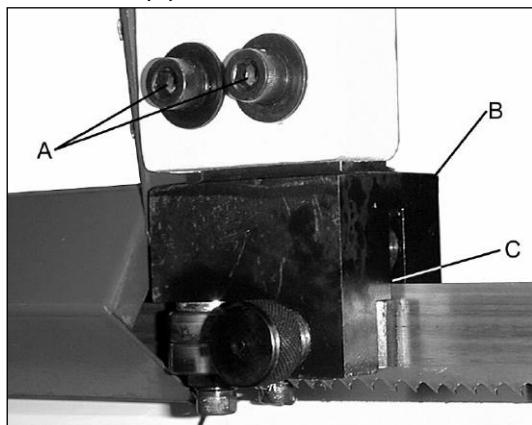
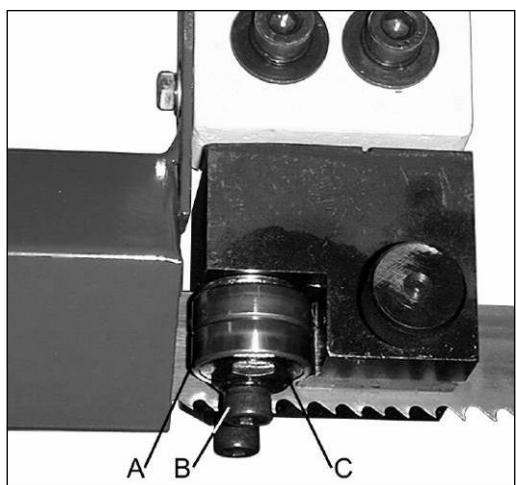

Рис.12
Рис.13
Ослабьте винты (A, рис. 12) и установите задний ролик на расстояние примерно 0,1 мм от спинки пильного полотна (C). Снова затяните винты.
Ослабьте твердосплавные вставки (A, Рис. 12), ослабив винты (B). Отодвиньте вставки от полотна. Ослабьте стопорные винты (В, рис. 13). Поворачивайте эксцентриковый вал (С), пока зазор между полотном не составит 0,05 мм.
Отрегулируйте твердосплавные вставки (A, Рис. 12) так, чтобы они немного касались полотна.